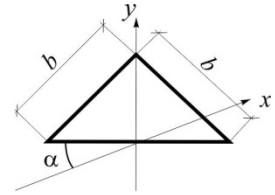

Рис.3.29
**3.26. Определить осевой момент инерции равнобедренного прямоугольного треугольника относительно оси  $x$ . Размер  $b$  и угол  $\alpha$  заданы (рис.3.29).**